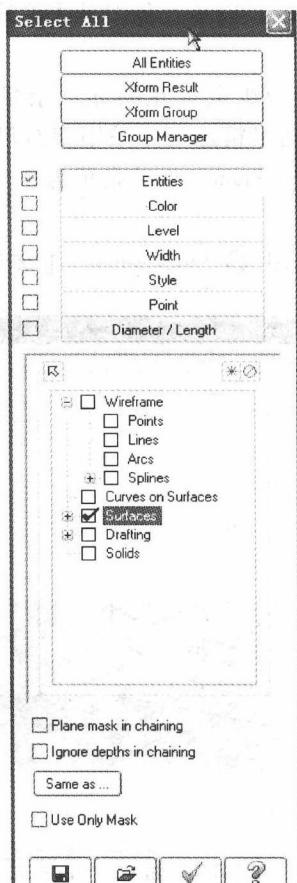

图 1-10 Select All 对话框
1) 在屏幕左方刀路操作管理区内（或单击下拉式菜单）单击鼠标右键，依此点选主菜单中的 **Mill toolpaths / Surface rough / Pocket** 命令。依次点选 **All...** 按钮，弹出图 1-10 所示的 **Select All** 对话框，点选所有曲面，点选 **✓** 按钮。